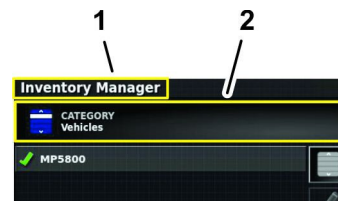

図 88
5. 作業の区分がカテゴリアイコンに表示されない場合は、カテゴリアイコンを押す 図 88。